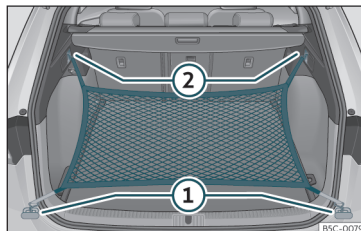

Fig. 126 Nel bagagliaio: occhielli (1) e ganci (2) per il fissaggio della borsa rete.
- Fissare i ganci corti della rete agli occhielli di ancoraggio »» **fig. 126** (1) »» . La cerniera della tasca dev'essere rivolta verso l'alto.
- Fissare le cinghie nei ganci per appendere borse (2)